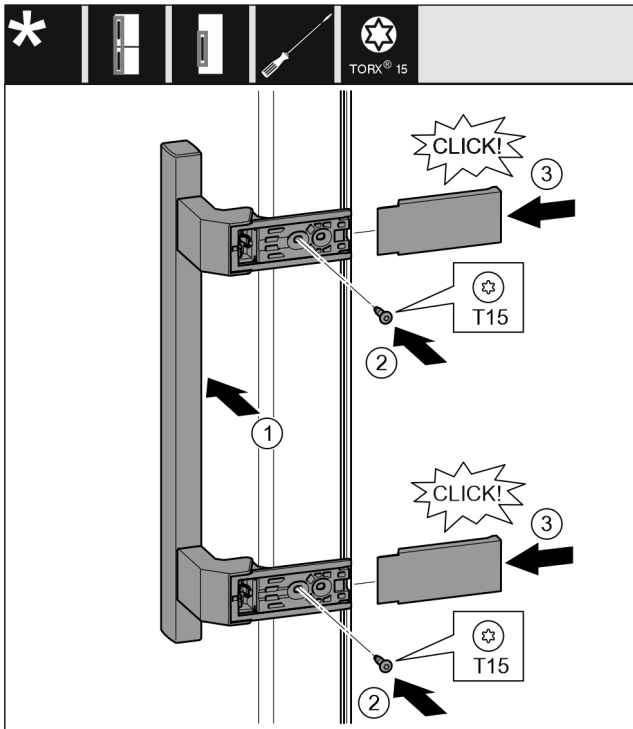

Fig. 21
- ▶ Установите ручку на противоположной стороне. Fig. 21 (1)
- ▶ Затяните винты отверткой T15. Fig. 21 (2)
- ▶ Установите крышки сбоку и надвиньте их. Fig. 21 (3)